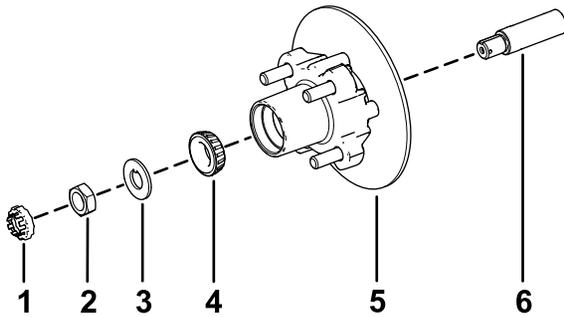

Figura 34
1. Aplique uma leve camada do lubrificante especificado no eixo (Figura 34).
2. Monte o cubo e o rotor no eixo com o rotor interior (Figura 34).
3. Monte o rolamento exterior no eixo e coloque o rolamento na correia exterior (Figura 34).
4. Monte a anilha com patilha no eixo (Figura 34).
5. Enrosque a porca do eixo no eixo e aperte a porca com 15 N·m, enquanto roda o cubo para assentar o rolamento (Figura 34).
2. Alinhe as pastilhas dos travões com cada lado do rotor (Figura 30) e os orifícios no suporte da pinça com os orifícios na montagem dos travões da estrutura do eixo (Figura 34).